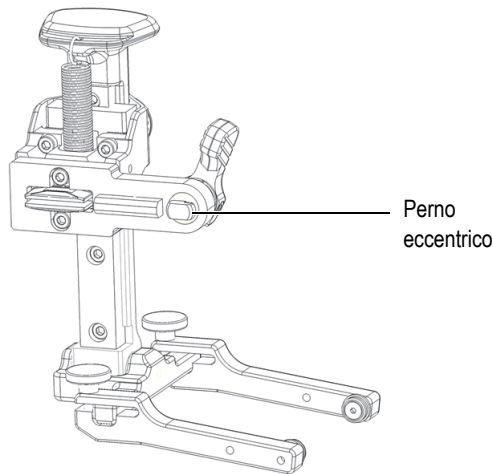

Figura 2-5 Bordi piani allineati orizzontalmente
1. Usando la leva di posizionamento, allineare la posizione del perno eccentrico in modo che i bordi piani siano allineati orizzontalmente (Figura 2-5 a pagina 44).